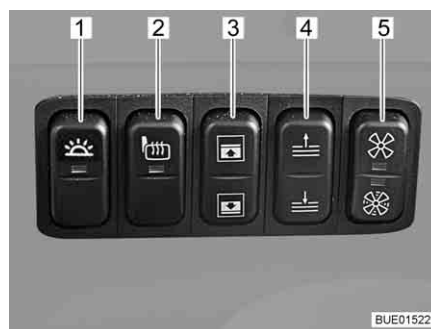

Bild 34 Schalterleiste Grand Panorama
- Den Schalter (Bild 34,1) auf der Schalterleiste drücken.
- Den Schalter (Bild 34,1) auf der Schalterleiste erneut drücken.
- Den Schalter (Bild 34,2) auf der Schalterleiste drücken. Die Kontroll-Leuchte im Schalter zeigt den Betrieb an.
- Obere oder untere Hälfte des Schalters (Bild 34,4) auf der Schalterleiste drücken. Die Sonnenblende fährt nach oben oder nach unten, solange der Schalter gedrückt wird.
- Obere oder untere Hälfte des Schalters (Bild 34,3) auf der Schalterleiste drücken. Die Frontscheibenverdunklung fährt nach oben oder nach unten, solange der Schalter gedrückt wird.
- Obere Hälfte des Schalters (Bild 34,5) auf der Schalterleiste drücken. Ein Lüfter bläst Heizungsluft der Wohnraumheizung auf die Frontscheibe (Stufe 1).
- Untere Hälfte des Schalters (Bild 34,5) auf der Schalterleiste drücken. Ein Lüfter bläst Heizungsluft der Wohnraumheizung auf die Frontscheibe (Stufe 2).